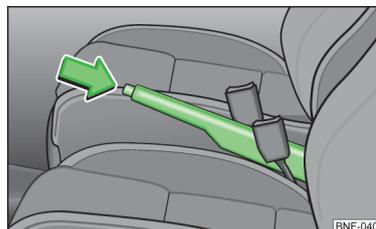

Fig. 82
- Tirez légèrement le levier de frein à main vers le haut et enfoncez **simultanément** le bouton de verrouillage » fig. 82.